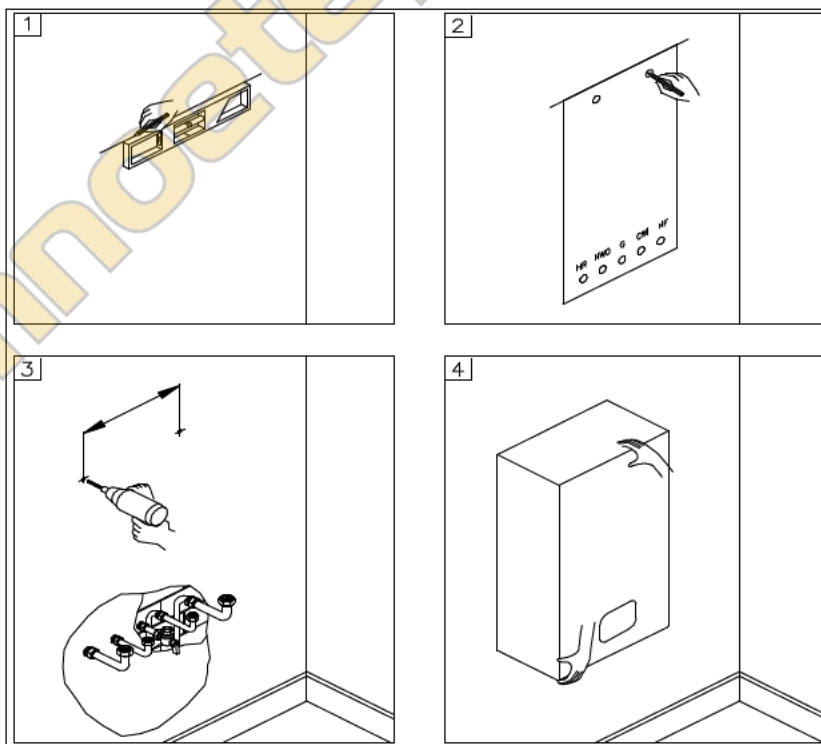

Рис. 2
Для установки котла выполните следующие действия (см. рис. 2):
■ Для облегчения установки котел поставляется с комплектом гидравлического соединения (см. рис. 2).